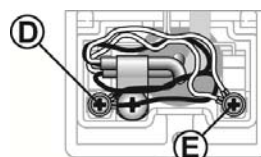

Fig.8
4. Allentate le viti di fissaggio dei punti (D) ed (E). Collegatevi i connettori del cavo elettrico e stringete le relative viti. Non è necessario rispettare colore o polarità del cavo. (Fig.8)